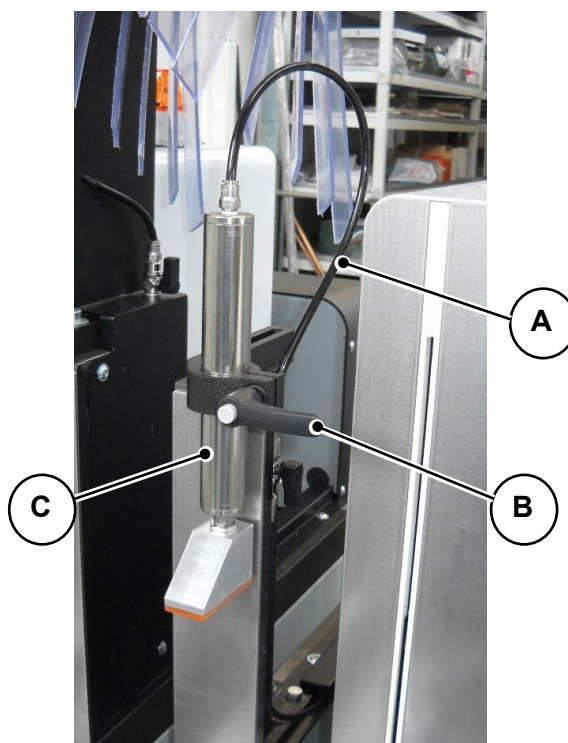

Fig. 09-13
3. Desconecte o tubo “A” (Fig. 09-13).
4. Afrouxe a alça ajustável “B” (Fig. 09-13) e extraia o cilindro “C” (Fig. 09-13).